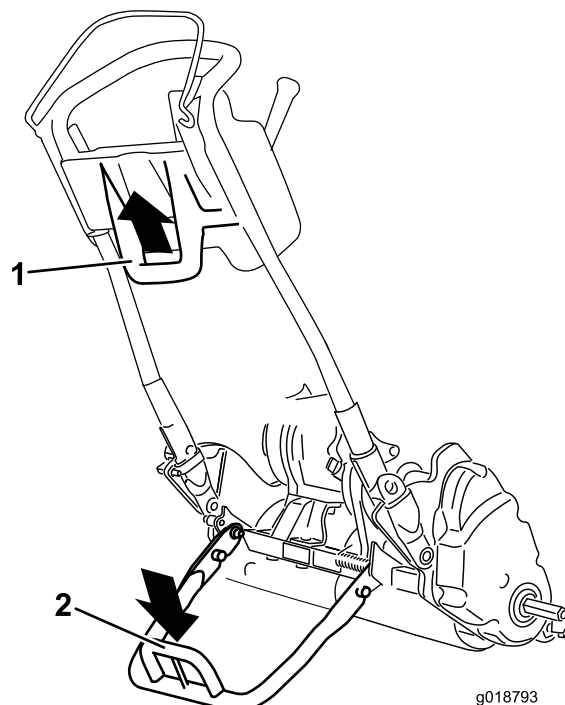

Figura 26
- Para utilizar el caballote para instalar las ruedas de transporte, bájelo al suelo y pise la barra del caballote, tirando del manillar inferior central de la máquina hacia arriba y hacia atrás (Figura 26).